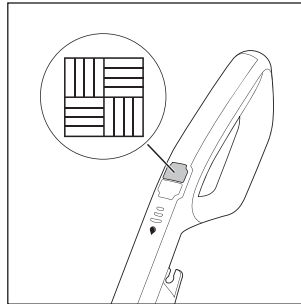

Abb. 13
- ◆ Um das Gerät einzuschalten, drücken Sie den Schalter Hartfußboden  **14** (siehe Abb. 13). Die LED des Schalters Hartfußboden  **14** leuchtet blau.
- ◆ Drücken Sie zum Ausschalten des Gerätes erneut den Schalter Hartfußboden  **14** (siehe Abb. 13).